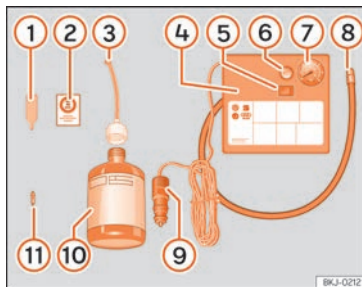

**Fig. 41** Representación estándar: contenido del kit antipinchazos.
El kit antipinchazos se encuentra en el compartimento del maletero bajo el revestimiento del suelo. Incluye los siguientes componentes » **fig. 41:**
- Desenrosque la caperuza y el obús de la válvula del neumático. Utilice el aparato » fig. 41 ① para extraer el obús. Colóquelo en una superficie limpia.
- Agite con fuerza la botella de sellante de neumáticos » fig. 41 ⑩.
- Enrosque el tubo de inflado » fig. 41 ③ en la botella de sellante. El precinto de la botella se romperá automáticamente.
- Retire el tapón del tubo de llenado » fig. 41 ③ y enrosque el extremo abierto del tubo en la válvula del neumático.
- Vuelva a colocar el obús con el aparato » fig. 41 ① en la válvula del neumático.
- Enrosque el tubo de inflado del neumático del compresor » fig. 41 ⑧ en la válvula del neumático.
- Compruebe que el tornillo de evacuación de aire está cerrado » fig. 41 ⑥.
- Acople el conector » fig. 41 ⑨ a toma de corriente de 12 voltios del vehículo » pág. 173.
- Conecte el compresor de aire con conmutador ON/OFF » fig. 41 ⑤.
- Pegue el adhesivo » fig. 41 ② en el cuadro de instrumentos, dentro del campo visual del conductor.
Vuelva a enroscar el tubo de inflado » fig. 41 ⑤ y compruebe la presión en el manómetro ⑥.